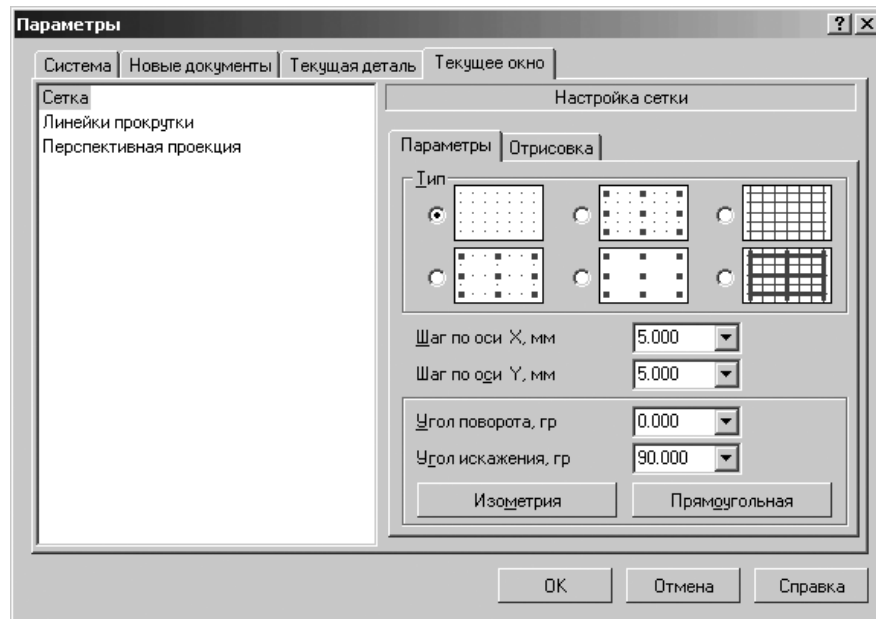

Рис. 1.59. Диалоговое окно **Параметры** с открытой вкладкой **Текущее окно** и панелью **Настройка сетки**
- установите нужные вам параметры сетки. Это состояние диалогового окна **Параметры** показано на рис. 1.59.